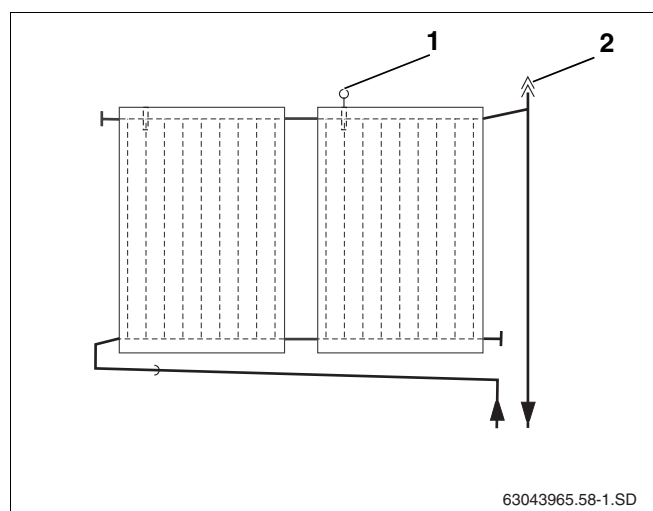

Fig. 58 Imagem da câmara de ar com dispositivo de purga para ligação de impulsão
Quando pretender purgar a instalação solar com o dispositivo de purga automática (acessório) na parte mais alta da instalação, deve instalar a tubagem de impulsão com uma inclinação em relação à purga (fig. 58, **item 2**) e a tubagem de retorno com uma inclinação em relação ao campo de colectores (fig. 58).